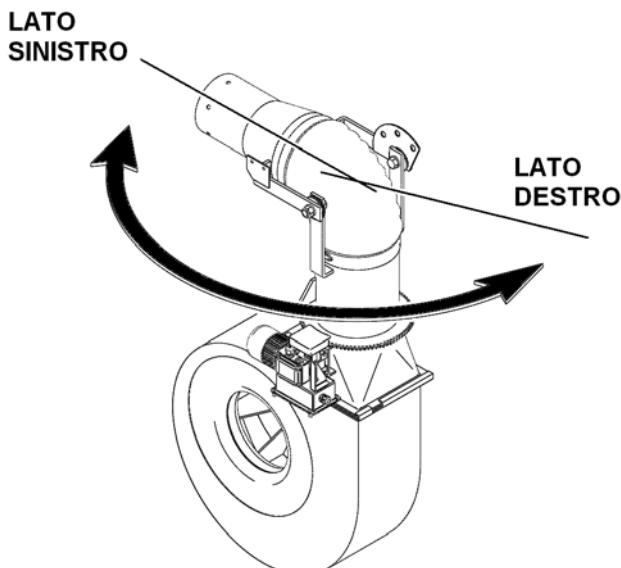

Abb. 45
3. Die Kanone auf der LINKEN SEITE positionieren (Abb.45), indem man die senkrecht im Bezug zur Fahrtrichtung anordnet. Den längeren Nocken in dem Loch einschrauben, das sich näher am Endschalter 'A' befindet. Die korrekte Position des Nockens im Bezug zum Endschalter 'A' ist in der Abb.47 beschrieben. Das Bedienelement für die Kanonendrehung betätigen, um zu prüfen, dass der Nocken den Endschalter betätigt, um die Drehung in der gewünschten Position zu unterbrechen.